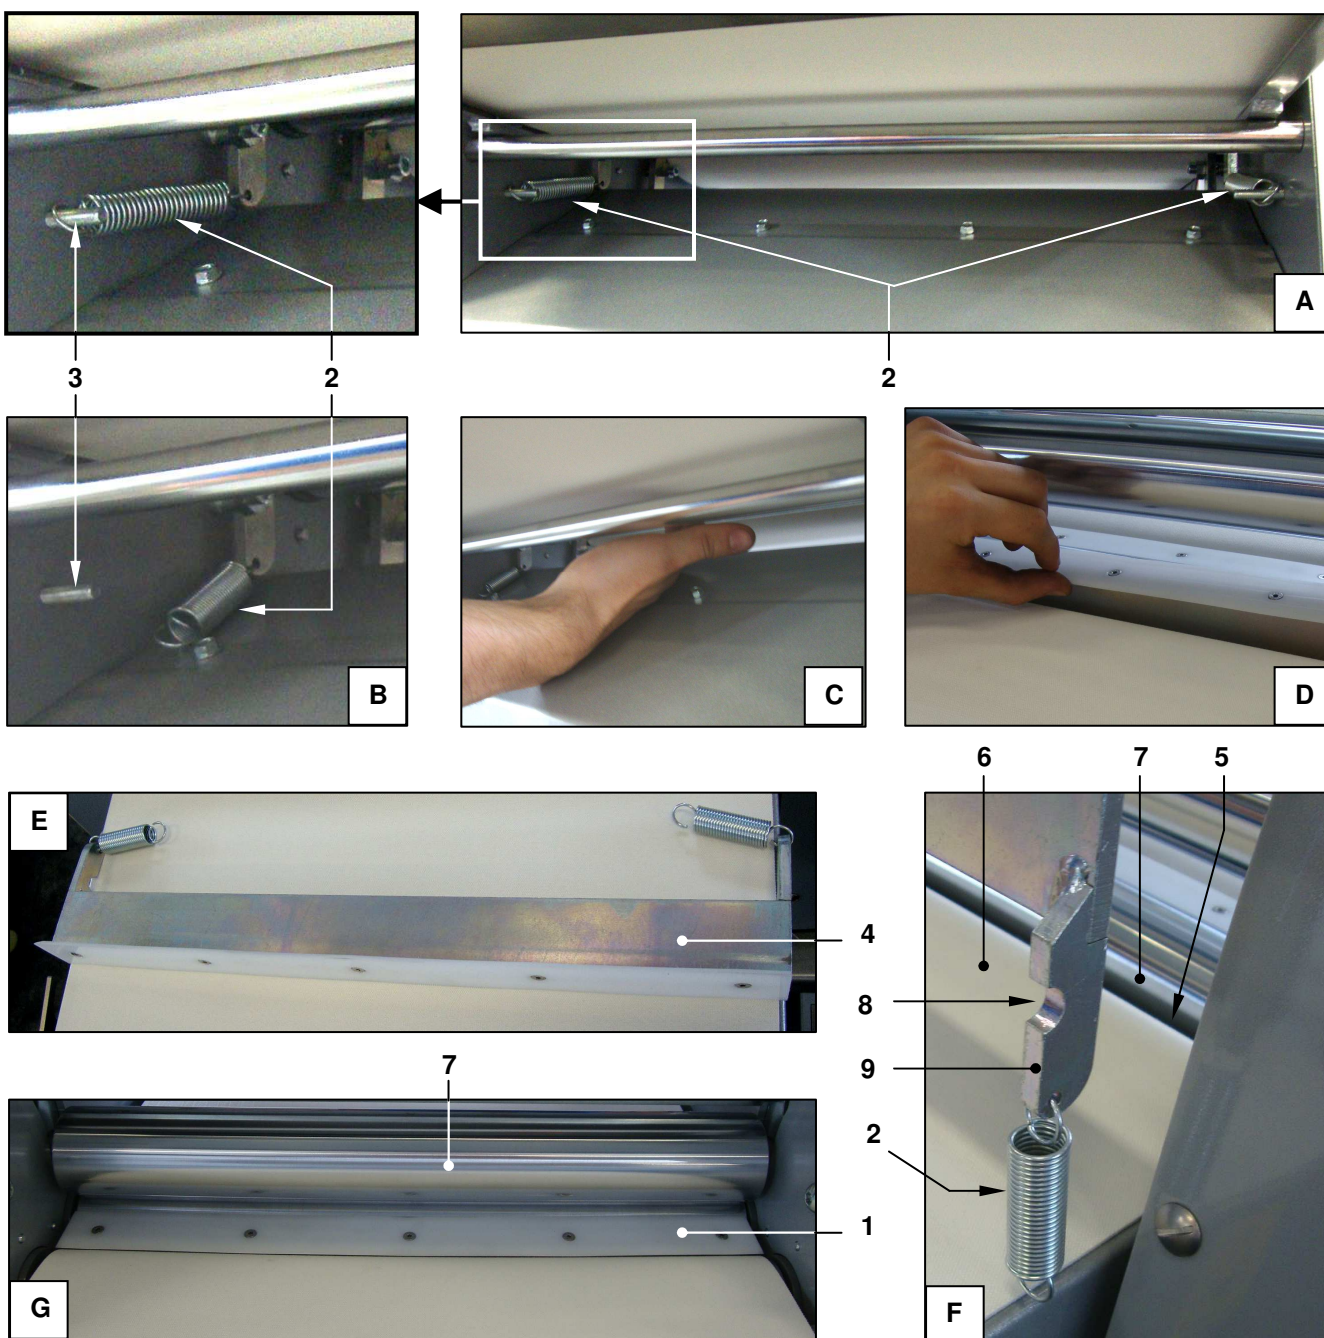

Рис. 34 - Модели SF450: Снятие/установка скребков нижнего раскаточного валка
См. Рис. 34. Порядок снятия скребка (1) с соответствующим держателем и пружинами:
- отсоедините обе пружины (2) от пальцев (3) (фото А - В)